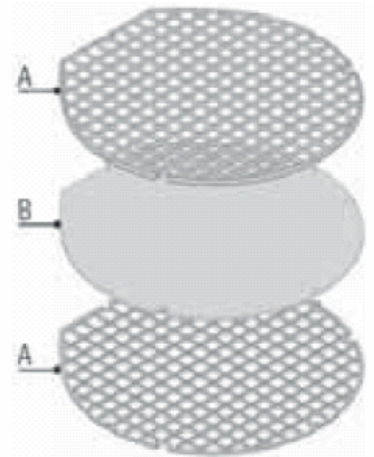

Рис. 6. b
Нельзя запускать увлажнитель без воздушного фильтра! Фильтр состоит из трех частей, которые должны быть соединены таким образом, чтобы фильтрующий элемент (B) располагался между пластмассовыми решетками (A) (см. рис. 6. b).